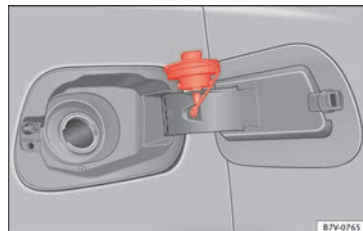

Abb. 159 Geöffnete Tankklappe mit eingehängtem Tankverschluss.
- Tankverschluss linksherum herausdrehen und in die vorgesehene Öffnung am Scharnier der Tankklappe stecken » **Abb. 159**.